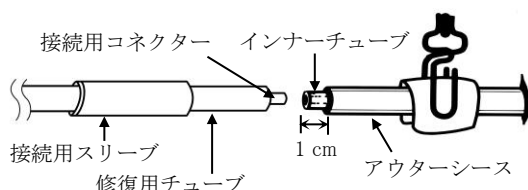

図9
- a) 非損傷性鉗子を用いて、修復するカテーテルのインナーチューブをアウターシースから1 cm ほど引き出す（図9）。インナーチューブがアウターシース内に引き込まれている場合は、インナーチューブが露出するまでアウターシース端を切離すること。